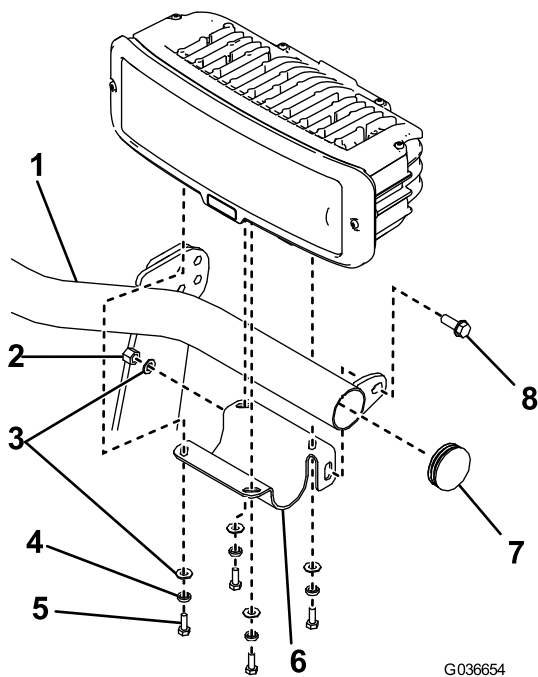

Bild 10
2. Stellen Sie sicher, dass die Endkappen an den Enden der Scheinwerferleiste angebracht sind (Bild 10).
3. Befestigen Sie die linke Scheinwerferhalterung mit einer Bundkopfschraube ($\frac{3}{8}$ " x 1"), einer Flachscheibe und einer Nylon-Sicherungsmutter an der Scheinwerferleiste (Bild 10). Ziehen Sie die Schrauben mit 31 N m an.
4. Befestigen Sie den linken Scheinwerfer mit zwei vier ($\frac{1}{4}$ "), Schlitz-Scheinwerfern und Flachscheiben an der Scheinwerferhalterung (Bild 10).